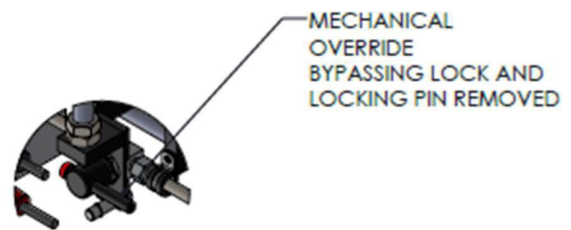

Figura 4
4. Abra o bypass ilustrado na figura 4 (alça em linha com a tubulação).